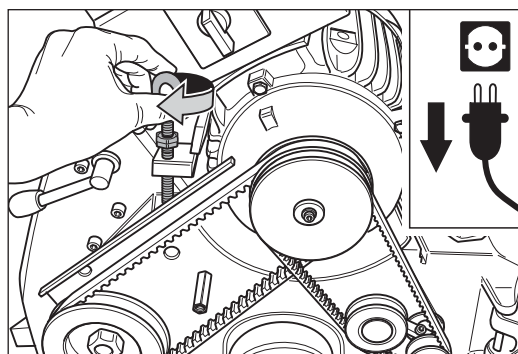

Abb. 55 Die beiden Keilriemen auflegen und zum Spannen die Ringschraube am Motor im Uhrzeigersinn drehen.
- 6 Legen Sie die beiden Keilriemen auf die Keilriemenscheiben auf und drehen Sie die Ringschraube am Motor im Uhrzeigersinn (Abb. 55). Dadurch werden die Keilriemen gespannt.